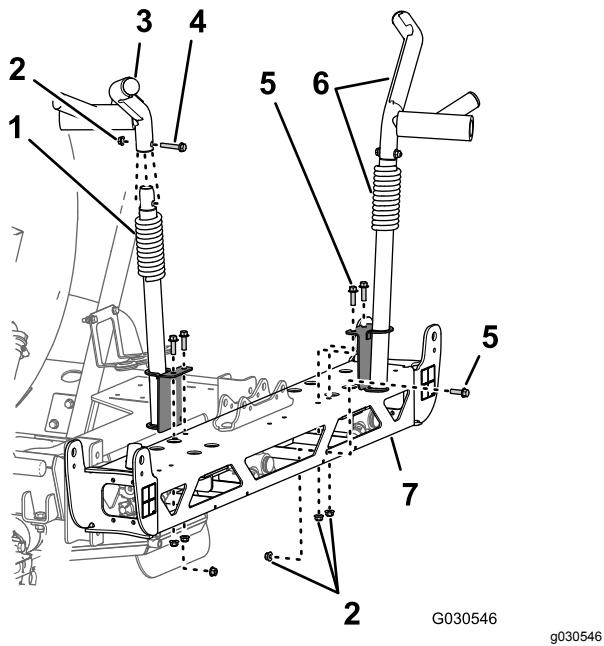

Bild 77
1. Entfernen Sie an der linken Auslegerwiege die Bundkopschraube (3/8" x 2") und Sicherungsbundmutter (3/8"), mit denen die linke obere Wiege an der unteren Wiege befestigt ist (Bild 77).
2. Entfernen Sie die drei Bundkopfschrauben (3/8" x 2") und die drei Sicherungsbundmuttern (3/8"), mit denen die linke untere Auslegerwiege am Rahmen des mittleren Auslegerabschnitts befestigt ist, und nehmen Sie die Wiege ab (Bild 77).
3. Entfernen Sie an der rechten Wiege die horizontale und die zwei vertikalen Bundkopfschrauben (3/8" x 1-1/4") und die drei Sicherungsbundmuttern (3/8"), mit denen die rechte Auslegerwiege am Rahmen des mittleren Auslegerabschnitts befestigt ist (Bild 77).